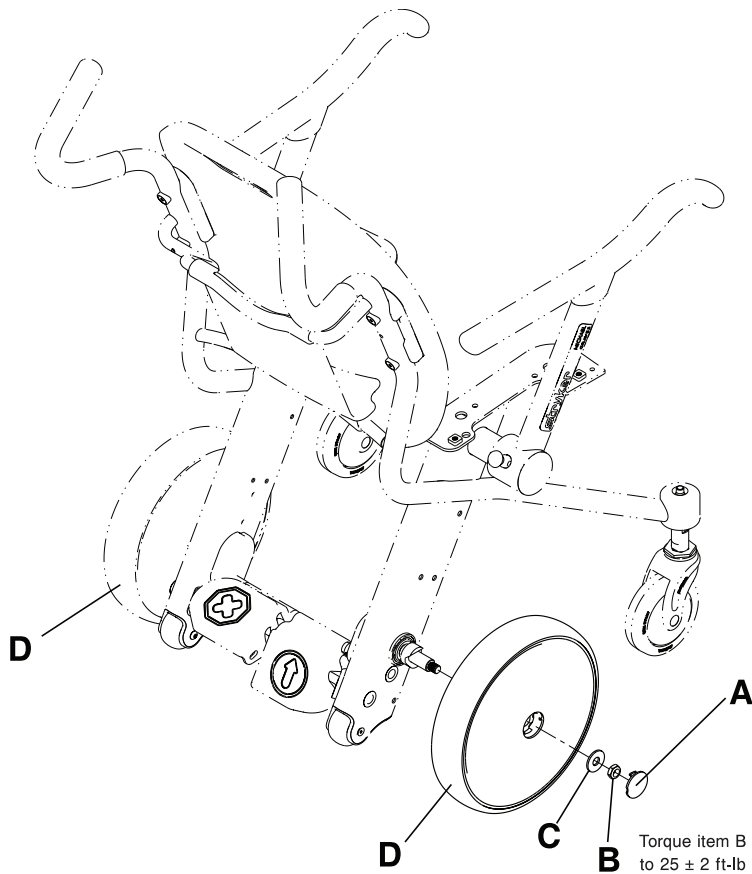

図15-28: 後輪の交換
2. ピックを使用して、後輪のセンターナットカバー (A) を取り外し、廃棄します (15-46ページの図15-28).
3. 3/4"ソケットおよび3/8"駆動ラチェットを使用して、後輪のセンターナット (B) を取り外し、廃棄します (15-46ページの図15-28).
4. センターワッシャ (C) を取り外し、廃棄します (15-46ページの図15-28).
5. 後輪を両手で把持し外側に引っ張りながら後輪 (D) を取り外します。後輪を廃棄します。
6. 手順2~5を逆から行い、供給された後輪を取り付けます。3/8"駆動トルクレンチを使用して、後輪のセンターナット (B) を  $25 \pm 2$  ft-lb (  $34 \pm 3$  Nm ) のトルクで締めます。